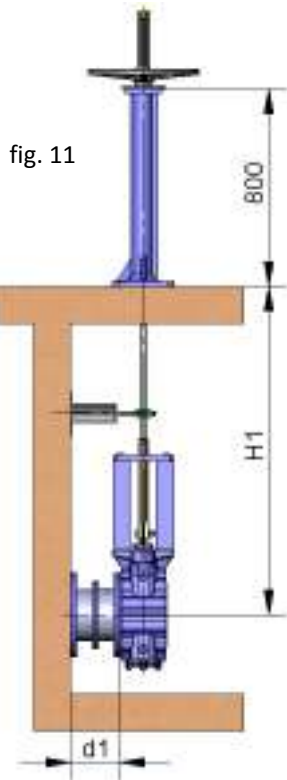

fig. 11
- La columna de maniobra estándar es de 800 mm de altura (fig. 11). Otras medidas de columna bajo consulta.